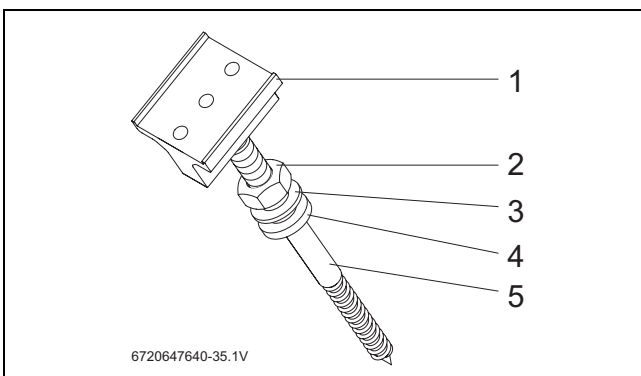
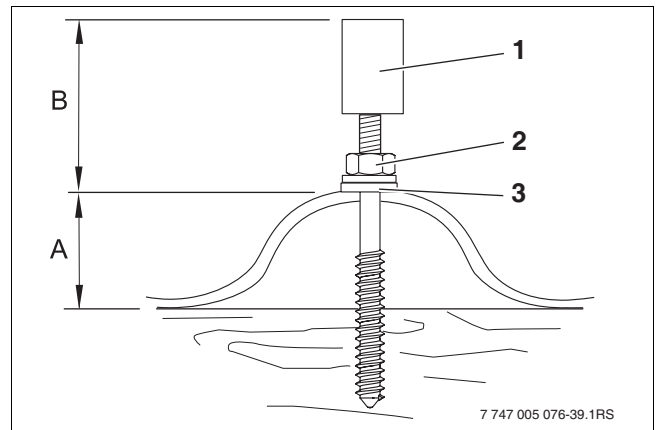

Fig. 37 Orden de montaje de los pernos de doble rosca
Fig. 38 Perno de doble rosca montado
- ▶ Al montar los pernos de doble rosca debe observarse el orden de cada una de las piezas (→ Fig. 37).
- ▶ Enroscar el caballete de soporte (Fig. 37, (1)) hasta el tope en el perno de doble rosca (Fig. 37, (5)).
Al apretar los pernos de doble rosca debe observarse que las distancias (→ tab. 14, Fig. 38) sean iguales en todos los pernos.
- ▶ Apretar la tuerca (Fig. 37, (2)) hasta que el disco de obturación (Fig. 38, (3)) esté en contacto con el tejado por completo.